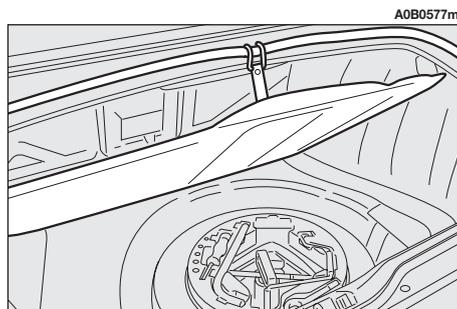

fig. 1a
- Sollevare il tappeto di rivestimento del bagagliaio ed agganciarlo come illustrato in **fig. 1a**.